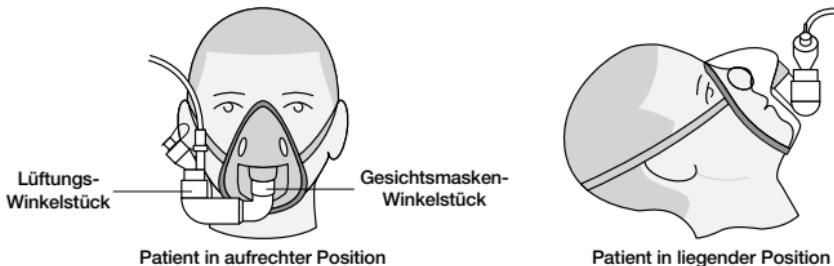
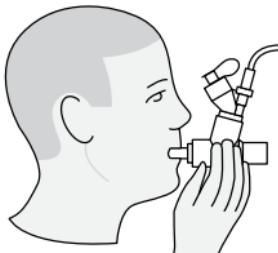
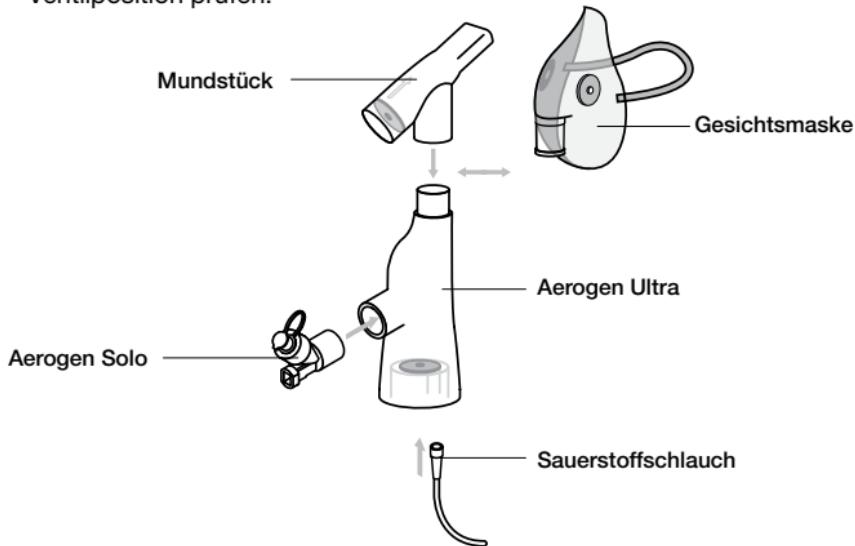

Abbildung 11. Anschluss an eine Maske
Abbildung 12. Anschluss an ein Mundstück
Abbildung 13. Aufbau des Aerogen Ultra
Hinweis: Abbildung 11, Abbildung 12 und Abbildung 13 zeigen den Einsatz weiterer Zubehörteile.
2. Das Lüftungs-Winkelstück entsprechend der Position des Patienten ausrichten (Abbildung 11).
Bei der Verwendung eines Mundstücks den Vernebler an das T-Stück anschließen und dann das T-Stück mit dem Mundstück verbinden, indem die beiden Teile fest zusammengedrückt werden Abbildung 12.
Warnhinweise: Der Vernebler muss immer vertikal ausgerichtet sein, um eine ordnungsgemäße Vernebelung zu gewährleisten (Abbildung 11 und Abbildung 12).
1. Den Aerogen-Solo-Vernebler, wie in Abbildung 13 gezeigt, fest in der dargestellten Ausrichtung in den Aerogen Ultra einsetzen.